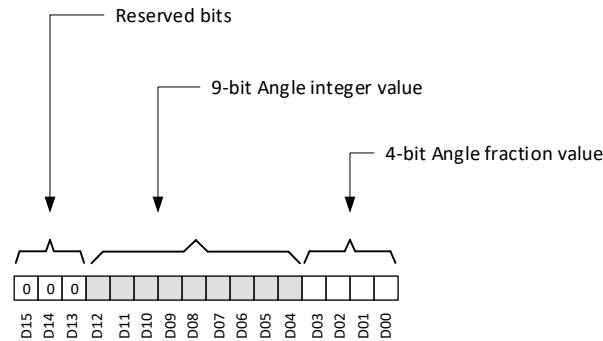

图 6-17. 角度数据定义
TMAG5273 会根据 `ANGLE_EN` 寄存器位设置来计算相对于一对磁轴的角度。图 6-17 显示了存储在 `ANGLE_RESULT_MSB` 和 `ANGLE_RESULT_LSB` 寄存器中的角度信息。位 D04 至 D12 存储 0 至 360 度的角度整数。位 D00 至 D03 位存储角度分数。3 个 MSB 位始终填充为 b000。角度可以使用方程式 14 来计算。
- $D_i$  是图 6-17 中所示的数据位。